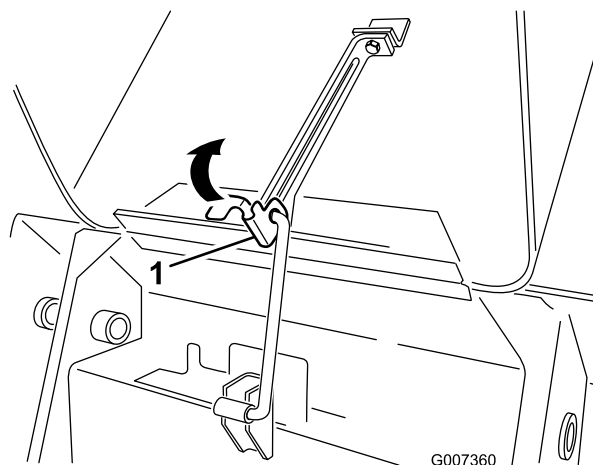

Рисунок 28
- Приподнимите лапку, которая крепит опорную стойку (Рисунок 28)